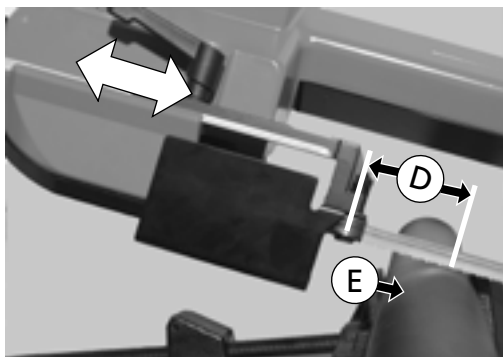

Fig. 24
2. Faire glisser l'ensemble de la lame (dans le rectangle blanc) dans le sens des flèches. Le déplacement doit se poursuivre jusqu'à ce que les roues de fixation de la lame (B) soient aussi près que possible de la pièce à couper (E), mais sans interférer avec elle. C'est pourquoi il faut être attentif à la distance marquée (D) - (fig. 24).